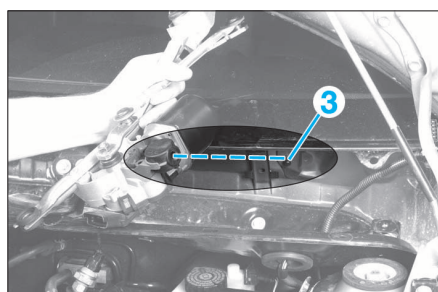

FIG. 30
- S'assurer que le mécanisme s'insère correctement dans le guide (3) (Fig.30).